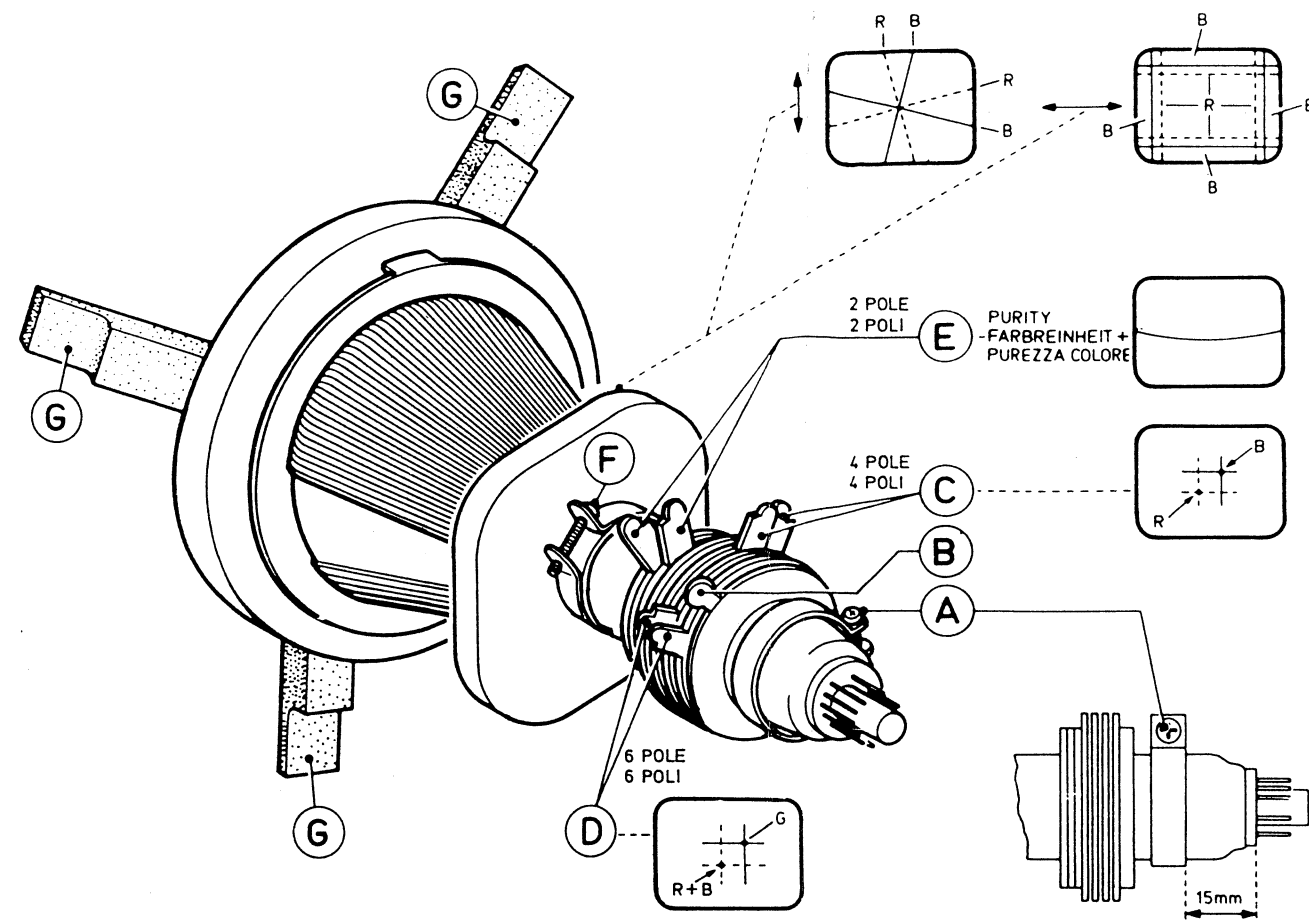

Fig. 3
Le regolazioni di purezza colore e di convergenza qui descritte devono essere eseguite solo in caso di sostituzione del cinescopio o comunque se necessita una regolazione completa. In tutti gli altri casi anche in caso di sostituzione dell'unità di deflessione non è necessario rimuovere i cunei di gomma (G. di Fig. 3), in quanto è sufficiente l'unità multipolare per apportare piccole correzioni.
I. Purezza colore, Fig. 3
II. Convergenza statica, vedere Fig. 3